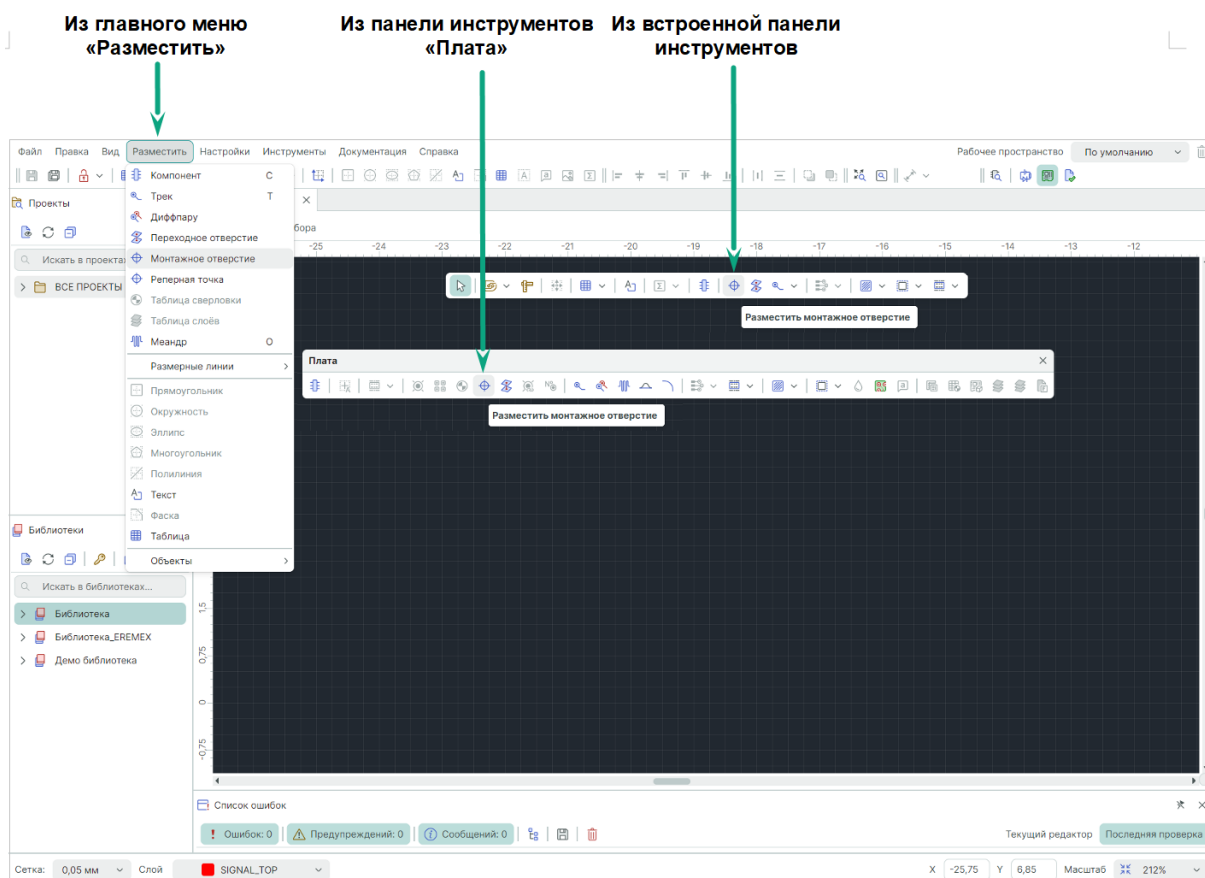

Рис. 187 Вызов инструмента «Разместить монтажное отверстие»
1. Вызовите инструмент «Разместить монтажное отверстие», который обозначен символом  на панели инструментов «Плата», а также доступен во встроенной панели редактора, в пункте «Инструменты» контекстного меню и в главном меню «Разместить», см. Рис. 187.